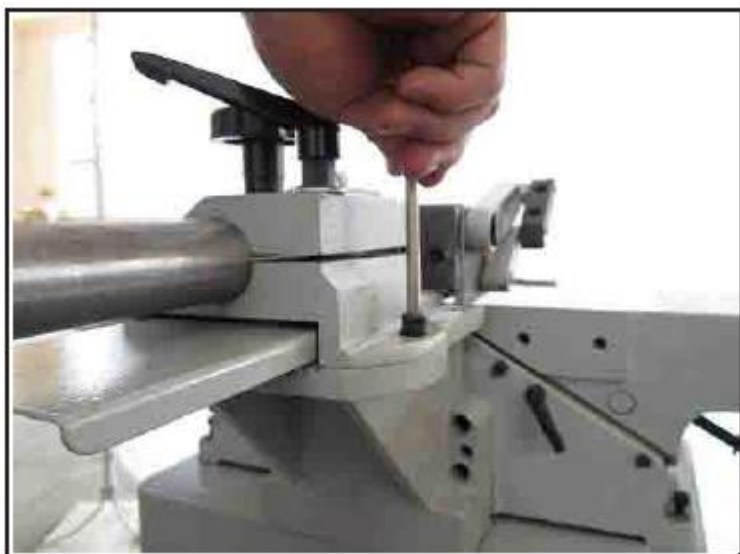

Рис. 10. Узел каретки параллельного упора
1. Закрепить узел каретки параллельного упора на кронштейне крепления каретки двумя винтами с шестигранным шлицем М8-1,25 х 20 с пружинными и плоскими шайбами (рис. 10).